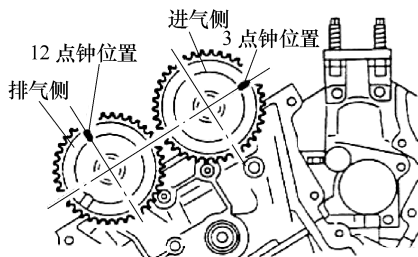

图 5-33 凸轮轴安装位置调整
7) 将进气凸轮轴链轮标记定位于 3 点钟位置，如图 5-33 所示。